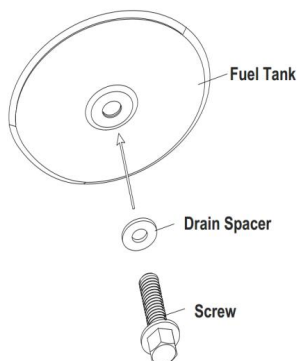

Bild 7 Återmontering av avtappningsplugg
4. För att byta ut, tryck in dräneringshuvudet helt i dräneringshålet och säkra det genom att trycka in tätningsslöcket helt i huvudhålet (se bild 7).